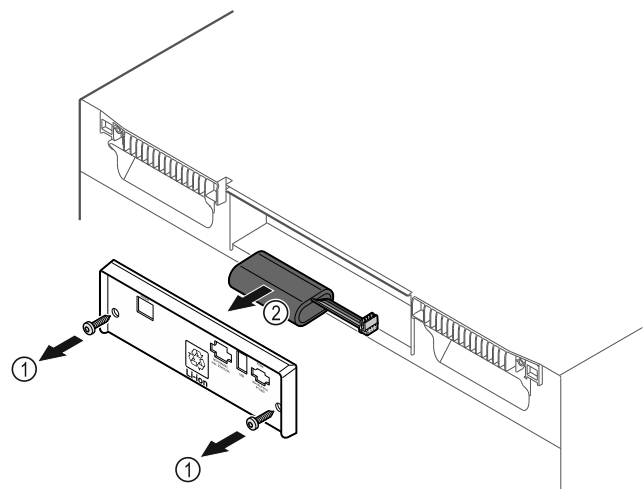

Fig. 229
- ▶ Csavarja ki a csavarokat, és távolítsa el a burkolatot a készülék hátoldaláról Fig. 229 (1).
- ▶ Válassza le, és vegye ki az elemet Fig. 229 (2).